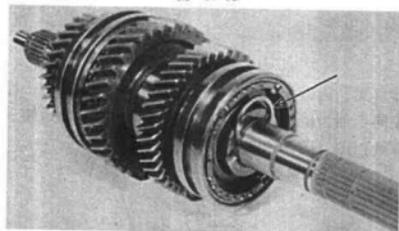

图 10-64
(7) 将倒档齿数的弹簧挡圈装在输出轴上 (图 10-64)。